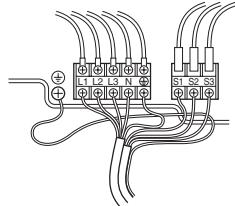

Fig. 6-2
6.1. Dış ünite (Fig. 6-1, Fig. 6-2)
① Servis panelini söküün.
② Fig. 6-1 ve Fig. 6-2'ye bakarak kabloları bağlayın.